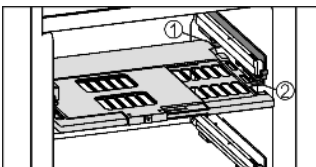

Fig. 6
► Inserimento della piastra di regolazione dell'umidità: inserire le nervature del coperchio della piastra dal basso nel supporto inferiore Fig. 6 (1) e inserire anteriormente nel supporto Fig. 6 (2).